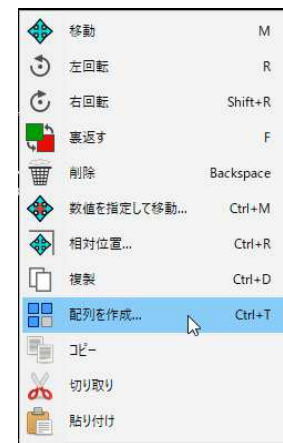

図 A-10
- (5) 面付け操作
- ① インポートした基板レイアウト全体を範囲選択します。
- ② 右クリックメニューの「配列を作成」を選択します。図 A-10